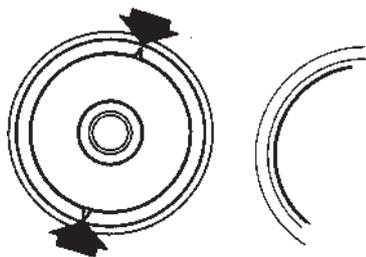

Fig. 71. Indications de rupture dans le siège de soupape
1. Enlever l'ancien siège en meulant deux débuts de rupture dans le siège (figure 71) puis en le faisant sauter avec un burin. Une alternative consiste à souder électriquement une vieille soupape au siège puis en le faisant sauter.